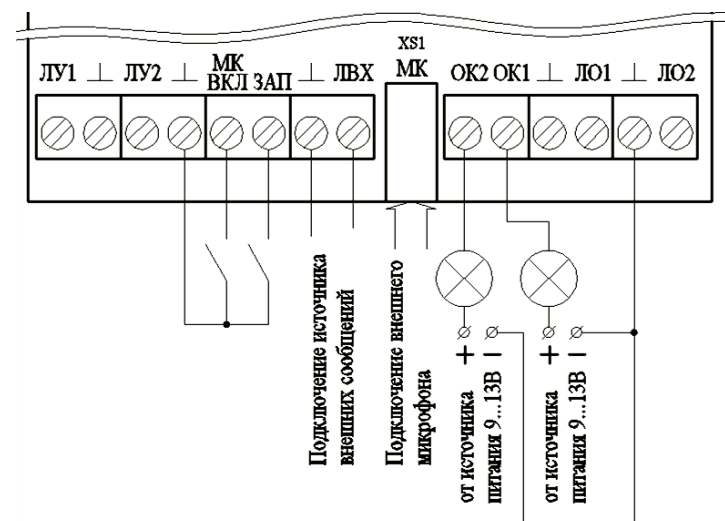

Рисунок 5. Схема подключений источника внешних сообщений, микрофона, открытых коллекторов (ОК1 и ОК2) и схема активации микрофона и источника внешних сообщений
- выход транзисторного ключа, клемма «ОК1» относительно «┐», служит для подключения звукового или светового оповещателя с током потребления не более 50 мА, с целью привлечения внимания персонала при нарушении целостности линий оповещения и управления, отсутствии сетевого питания и/или АКБ, а также разряда АКБ до напряжения менее 20,4В ($\pm 0,2\text{В}$) (см. рис. 5);